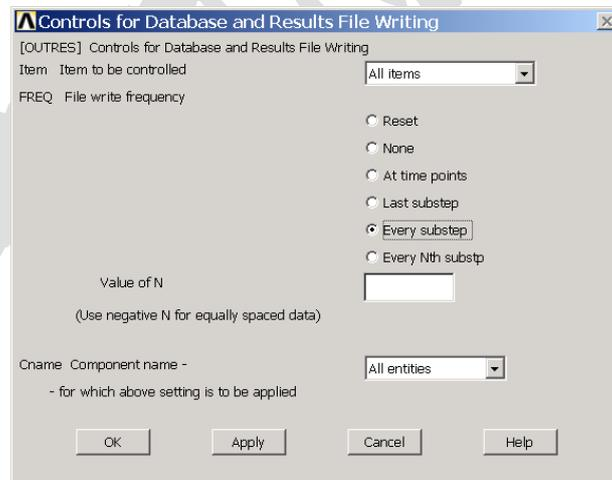

图11.40 结果输出选项
(27) 单击 Main Menu>Preprocessor>Loads>Load Step Opts>Output Ctrl>DB/Results File 菜单，弹出如图 11.40 所示的对话框。选择【Every substep】单元按钮，然后单击【OK】按钮。